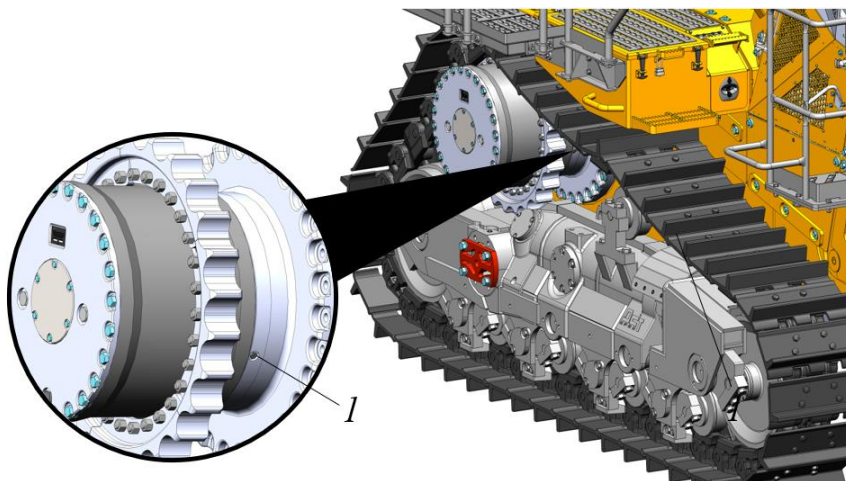

Рисунок 5.144. Сливные отверстия на редукторе
- ▶ Выкрутить пробку 1 сливного отверстия на правом и левом редукторах, рис. 5.144, и подставить емкости  для слива масла. Если масло не бежит или бежит медленно, отверстие засорено – прочистить его.
- ▶ Закрутить резьбовые пробки 1, рис. 5.144 сливных отверстий на левом и правом редукторах моментом 35-39 Н·м.